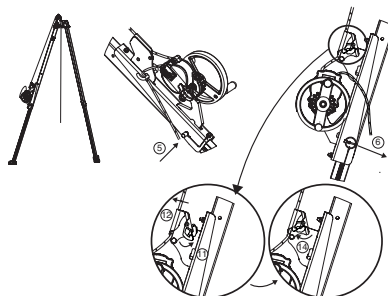

Рис. 9
ВАЖНО: во время монтажа устройства следует обратить внимание на фиксатор стропа, который должен быть направлен в сторону головки треноги traspode (рис. 9).
5. Установите штырь для крепления кронштейна к устройству derope™ UP R. Данный крепежный штырь выполняет две функции: фиксация опоры треноги traspode и крепление кронштейна для устройства derope™ UP R к этой опоре (рис. 9, 5).
6. Зафиксируйте крепежный штырь с помощью предохранительного штифта (рис. 9, 6).
11. Разомкните стопор для каната, расположенный на кронштейне (рис. 9, 11).
12. Пропустите канат, выходящий из устройства derope™, через стопор для каната, расположенный на кронштейне (рис. 9, 12).
14. Замкните стопор для каната, расположенный на кронштейне (рис. 9, 14).